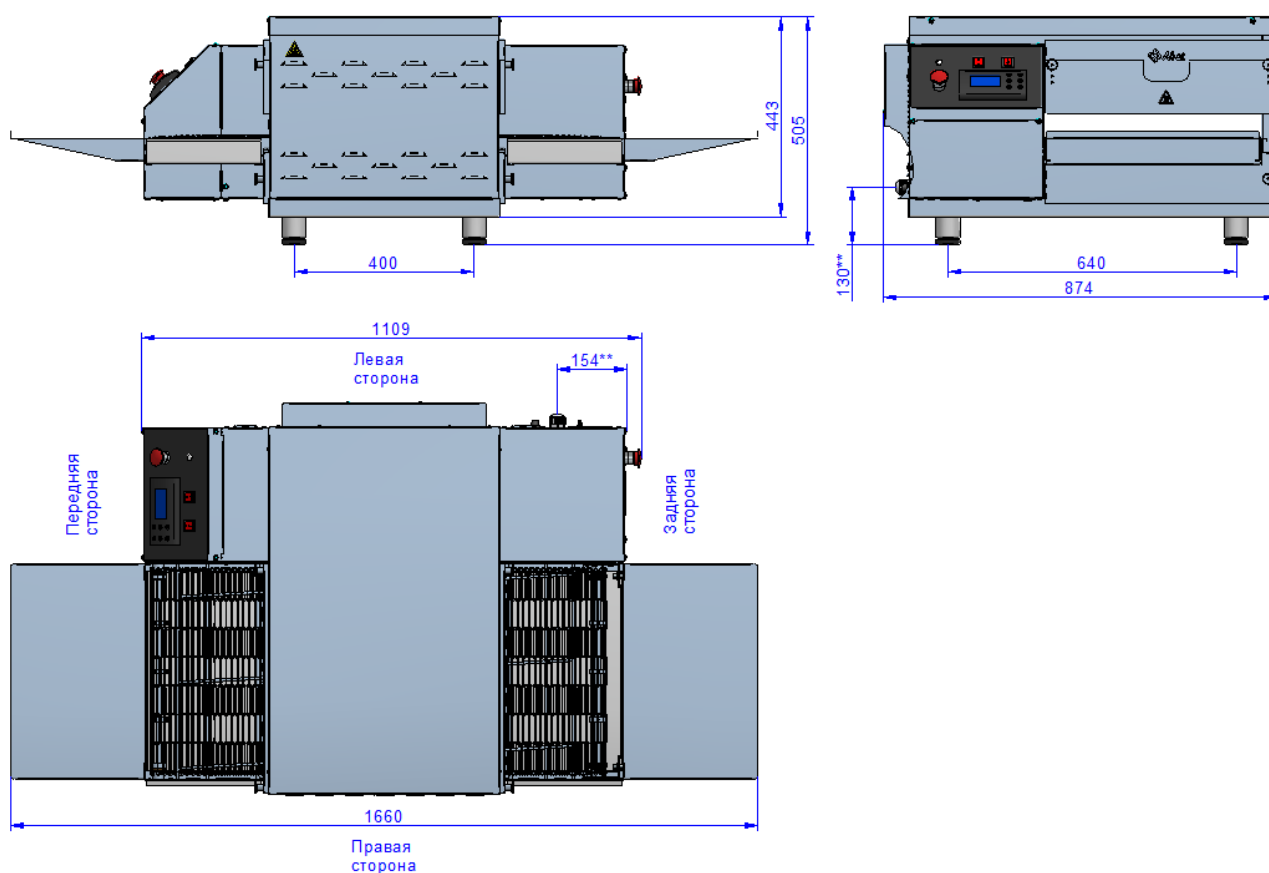
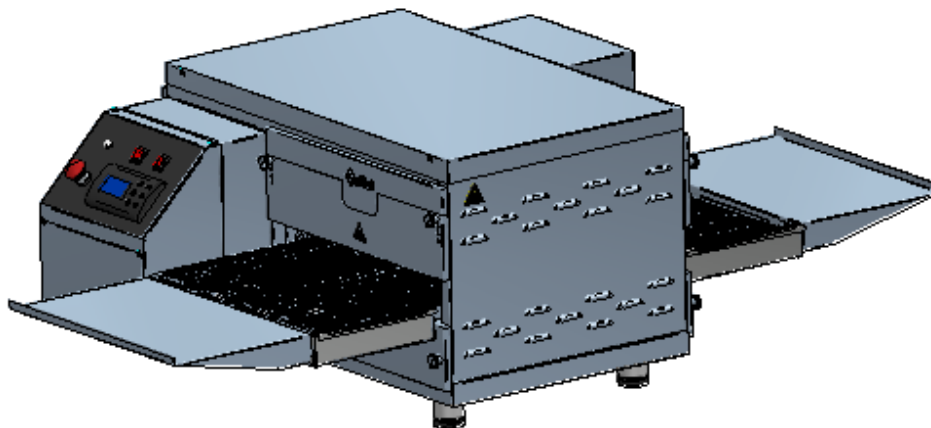
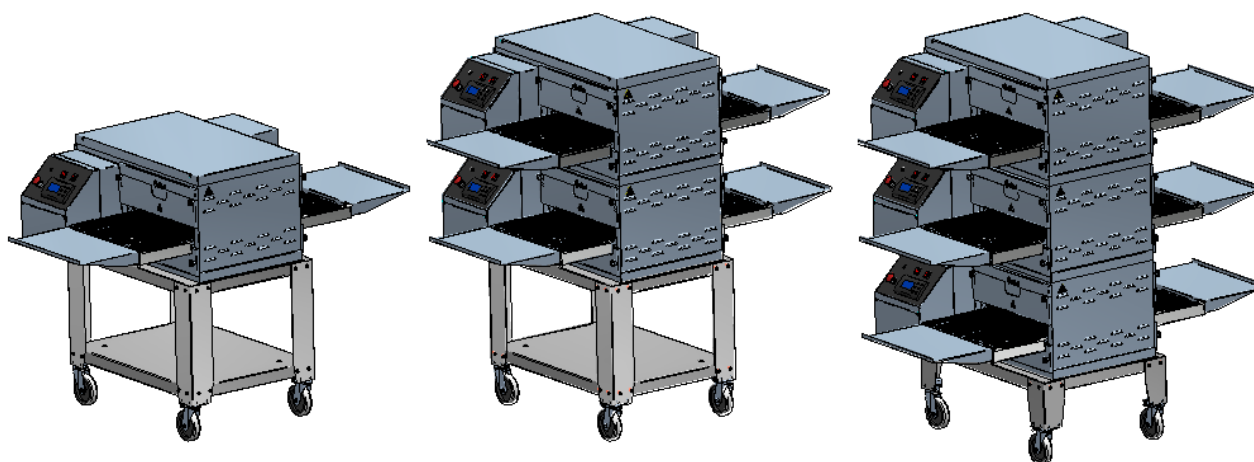

Рис. 1 - Общий вид изделия, где ** - подвод электропитания
Рис. 2 - Изделие в стационарном (настольном) исполнении
Рис. 3 - Варианты установки изделия/ий в передвижном исполнении
Печь электрическая конвейерная для пиццы ПЭК-400 (см. Рис. 1, Рис. 2, Рис. 3) предназначена для выпечки хлебобулочных изделий (пиццы и пр.), требующих высокой температуры приготовления, на предприятиях общественного питания и торговли как самостоятельно, так и в составе технологических линий.
- стационарное (настоечное) исполнение (см. Рис. 2) - для выбора опорной поверхности необходимо учесть массу изделия (см. п.25, Таблица 1).
- передвижное исполнение (см. Рис. 3) - возможна установка изделия в 1, 2 и 3 уровня на подставке² ПП-400 и ПП-400-01.